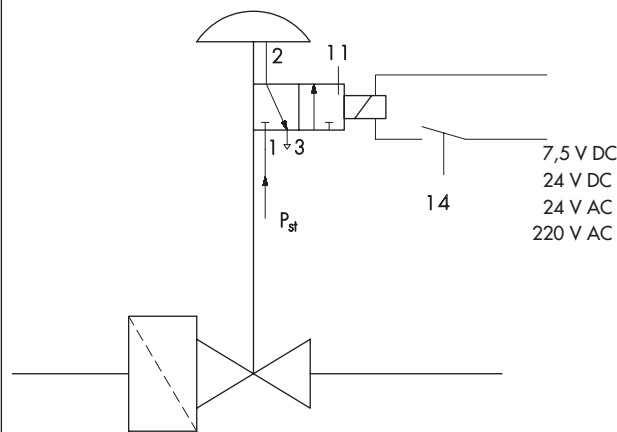

Рис. 4 · Принцип действия прибора без позиционера
Давление  $p_{st}$  подается на соленоидный клапан (11), катушка которого включена в схему блокировки (контакт 14, на рис. 4 и 5). В рабочем состоянии катушка соленоидного клапана находится под током, и давление проходит на рабочую мембрану. При отключении электроэнергии и аварии соленоидный клапан переключается и из камеры мембраны сбрасывается давление. В приборе стандартного исполнения регулирующий клапан мгновенно закрывается.